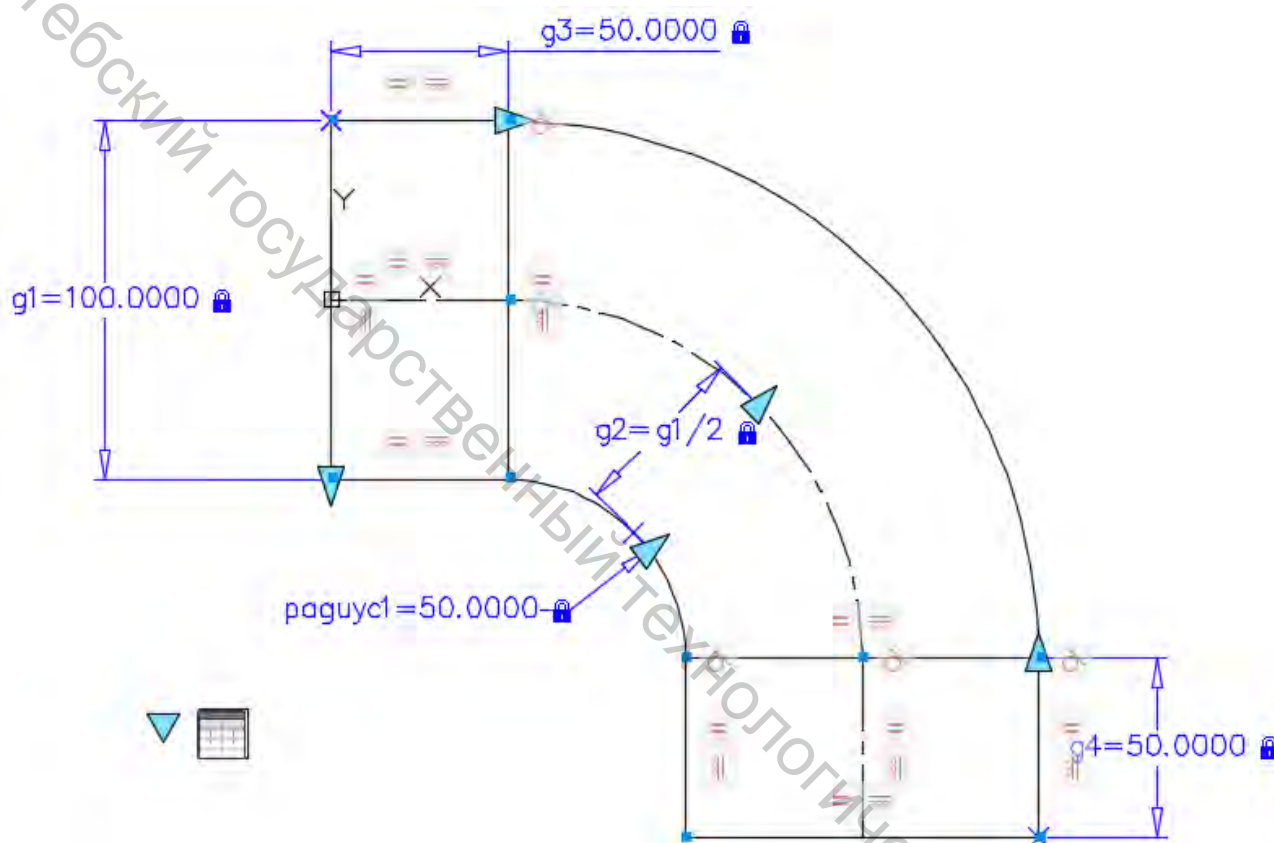

Рисунок 47 – Иллюстрация к заданию 43
4. Задать линейную зависимость $d1=100$ (рис. 47).